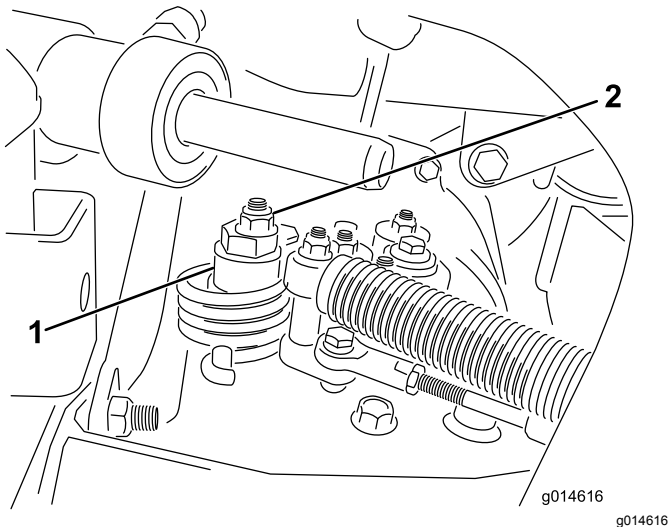

Bild 44
- A. Lösen Sie die Mutter, mit der der Exzenter oben am Hydrostat befestigt ist (**Bild 44**).
- C. Drehen Sie den Exzenter, bis kein Kriechen in jeder Richtung auftritt. Ziehen Sie die Schraube fest, wenn sich das Rad nicht mehr dreht, um den Exzenter und die Einstellung zu arretieren (**Bild 44**).